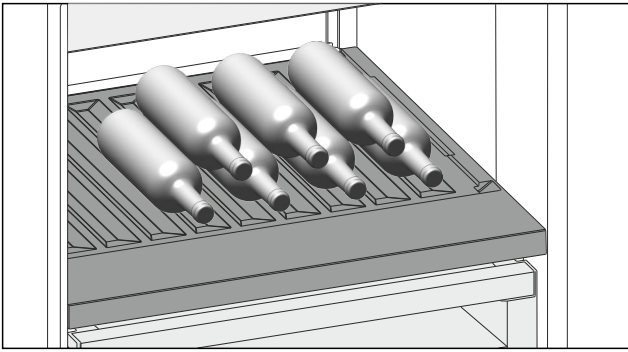

Fig. 210 Beispielhafte Darstellung
- ▶ Flaschen mit dem Boden nach hinten zur Rückwand einlegen. (siehe Fig. 210)